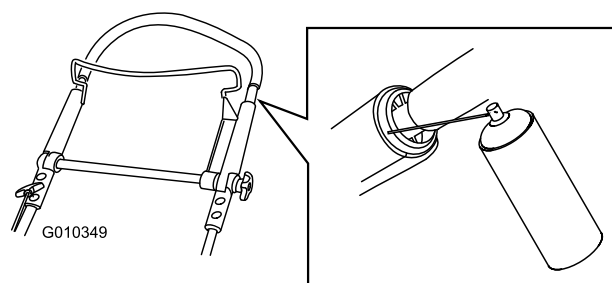

Figura 41
1. Spruzzate il prodotto sull'estremità esterna di plastica della parte interna della stegola (Figura 41).